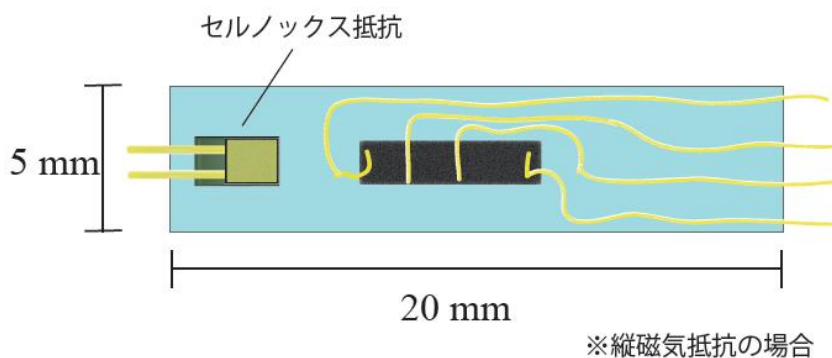

図 1 : 端子付け例
6. 磁場中電気抵抗測定 (縦磁気抵抗測定の場合) は四端子法で行うため図 1 のように端子を Sample に取り付ける。